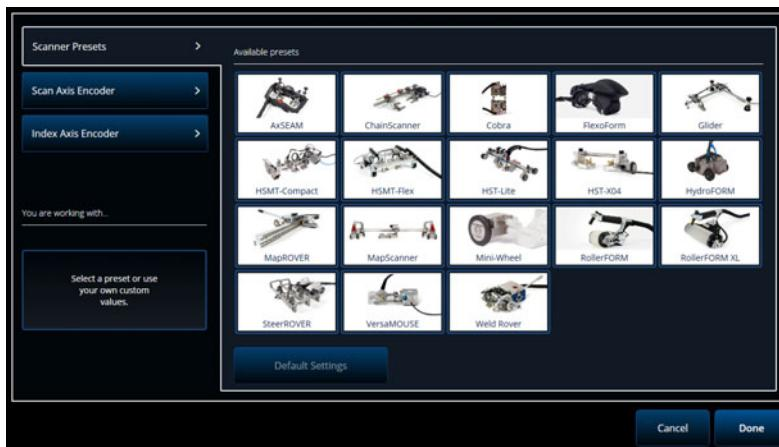

図 5-1 スキャナーのプリセット選択リスト
2. ■■■ Scan (スキャン) > Inspection (探傷) > Encoders (エンコーダー) を選択してエンコーダー設定画面にアクセスし、仕様に合わせてエンコーダーパラメーターを設定します（202 ページの図 5-1）。プリセットスキャナーを使用するか、このメニューから軸のパラメーターを編集できます。